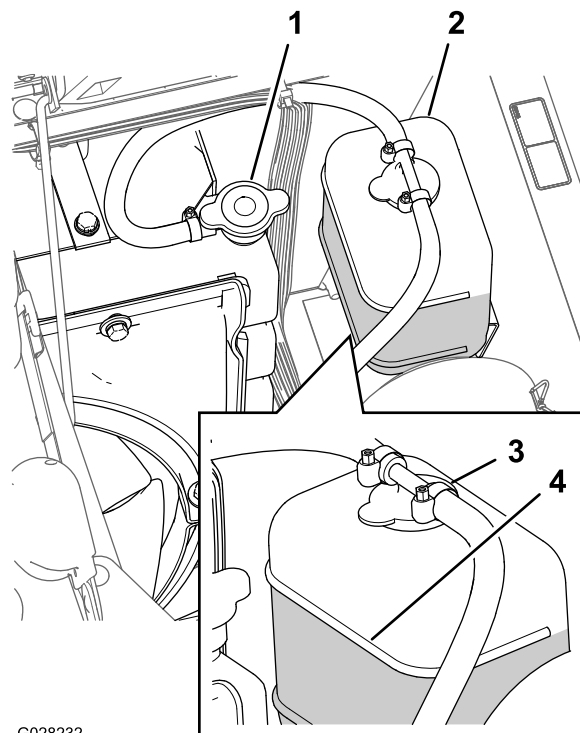

Figura 100
3. Retire cuidadosamente el tapón del radiador y el tapón del depósito de expansión (Figura 100).
Nota: El radiador debe llenarse hasta la parte superior del cuello de llenado, y el depósito de expansión debe llenarse hasta la marca Lleno del depósito (Figura 100).
- Coloque el tapón del radiador y el tapón del depósito de expansión (Figura 100).
- Espere hasta que se haya enfriado el motor, luego retire el tapón del radiador (Figura 100).
- Retire el tapón del radiador (Figura 100).
- Arranque el motor con el tapón del radiador aflojado (Figura 100).
- Una vez que el refrigerante se ha calentado, añada más refrigerante hasta que el nivel llegue a la superficie sellante del tapón, y apriete el tapón (Figura 100).
- Abra el tapón del depósito de expansión y llene el depósito con refrigerante hasta el nivel de "Frío" (Figura 100).